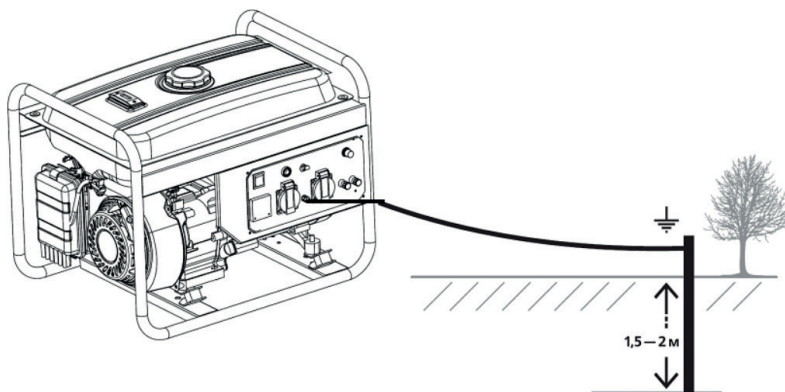

Рис. 21
Перед пуском электростанции заземлите ее для предотвращения поражения электрическим током. Для этого, с помощью электрокабеля сечением не менее 4 мм², соедините клемму заземления (рис. 21) на раме электростанции с внешним источником заземления.
1.Откройте топливный кран (положение «Открыто» или «ON») (рис. 21). На моделях GES 15500EAW, GES 15500EAWS-3, GES 25000EAWS-3 рычаг топливного крана выведен на переднюю панель управления (рис. 23).